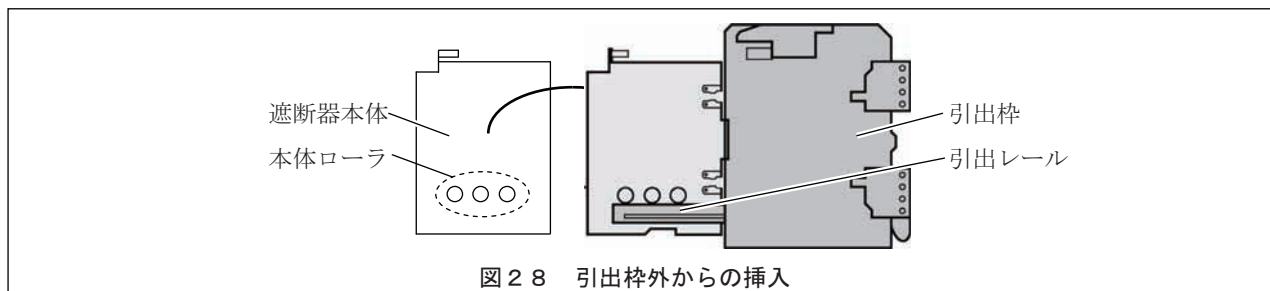

図2 8 引出枠外からの挿入
- 4) 遮断器固定ボルト (図2 7 ②) 付の場合、これがゆるんで引出枠外側へ開いていることを確認します。
- 5) 通信用端子台付の場合、手動コネクタ (図2 7 ⑭) が遮断器本体と引出枠に挟まる位置にないことを確認します。
- 6) 左右の把手 (図2 7 ⑩) を持ち、遮断器本体を引出枠内 (遮断器本体が止まる位置まで) に強く押し込みます。
●通信用端子台付の場合、遮断器本体の押し込みの途中で、手動コネクタを通信用端子台 (図2 7 ⑭) のコネクタプラグに差込んで接続します。再び遮断器本体を押し込む際は、制御電線が周囲の部品に引っかかっていないことを確認します。
- 7) 左右のレールストップ (図2 7 ⑧) を引出枠外側へ押しつけてロックを解除し、引出レール端面 (図2 7 ⑪) を押し、奥側へ止まるまで押し込みます。引出レールはレールストップにより再びロックされます。
- 1) 開閉インジケータ (図2 7 ⑫) が「OFF」であることを確認します。(遮断器閉路時は、引出ハンドル (図2 7 ①) を挿入できません。)
- 2) 位置ロックレバー (図2 7 ⑬) がロックされている場合、ロックを解除します。(4-5. 参照)
- 3) 引出ハンドル挿入口 (図2 7 ④) に引出ハンドルを押し込み、止まるまで時計方向にゆっくり回し、位置インジケータ (図2 7 ⑤) が試験位置「TEST」を表示します。引出ハンドルを時計方向に回す時、遮断器本体が動き始めるまでは遮断器本体を押しながら操作してください。